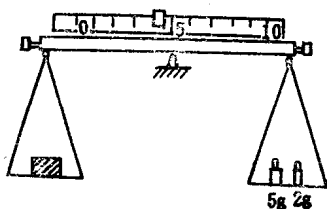

图 1-2
7. 如图1-2所示, 这架天平已达到平衡。这架天平称量的物体的质量是_____克。